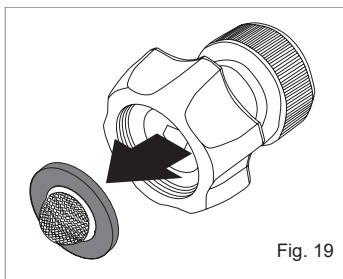

Fig. 19
- La pantalla dentro del adaptador transparente debe limpiarse periódicamente. Inserte un bolígrafo o un lápiz en el agujero pequeño al final del adaptador. El filtro de pantalla se deslizará hacia fuera (Fig. 19). Enjuáguelo con agua limpia y luego vuelva a colocarlo en el adaptador.